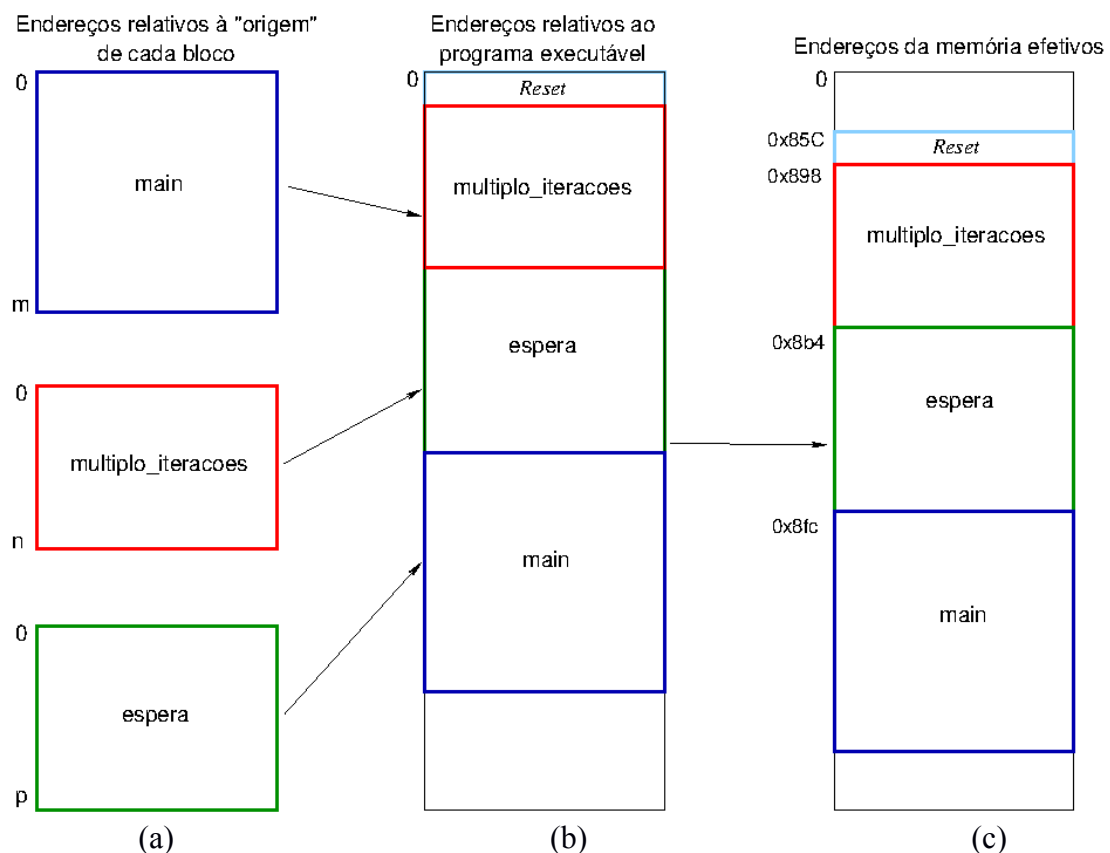

Figura 2: Endereços das instruções *Thumb* (a) após a compilação, (b) após a ligação e (c) após a transferência para o microcontrolador.
Somente após a transferência desse código para o microcontrolador (Seção 2.4/página 24 em [5]), as instruções e os dados são efetivamente relocados para os endereços especificados no *script* `Project_Settings/LinkerFiles/MKL25Z128_flash.ld`. Figura 2 ilustra os endereços atribuídos aos 3 blocos de instruções (funções) e ao bloco de inicialização típica recomendada pelo fabricante ao longo de um *toolchain* de geração de executáveis.
1.d **Implantação de Código Executável - Tamanho do programa específico:** No IDE, os tamanhos, em *bytes*, dos códigos de máquina correspondentes às rotinas programadas em C, podem ser verificados antes de gerar o executável. Use o comando `Disassemble` (Seção 2.2.5/página 15 em [5]) para verificar os endereços *m*, *n* e *p* atribuídos aos blocos de instruções em *assembly* na Figura 2, e o tamanho, em *bytes*, de cada uma das 3 funções. Certifique-se de incluir na contagem as instruções “adicionais” de “chaveamento de contexto” como parte de instruções traduzidas, de C para *assembly*, para o comando `return`.
- 2.b **Aba Disassembly:** A aba `Disassembly` apresenta as informações dos códigos de máquina a serem executados, incluindo os endereços efetivos de cada instrução. Em quais endereços efetivos são realocadas a função `__thumb_startup` e as 3 funções do arquivo `main.c`? Registre também os endereços efetivos de `m`, `n` e `p` mostrados na Figura 2 e certifique se os endereços das instruções estão dentro do espaço de endereços atribuído para `m_text` identificado no item 1.g.